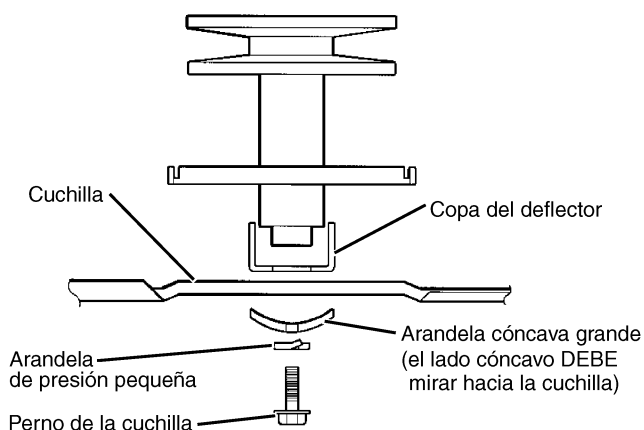

FIGURA 18
- Retire la tornillería que asegura cada cuchilla (Vea la FIGURA 18).